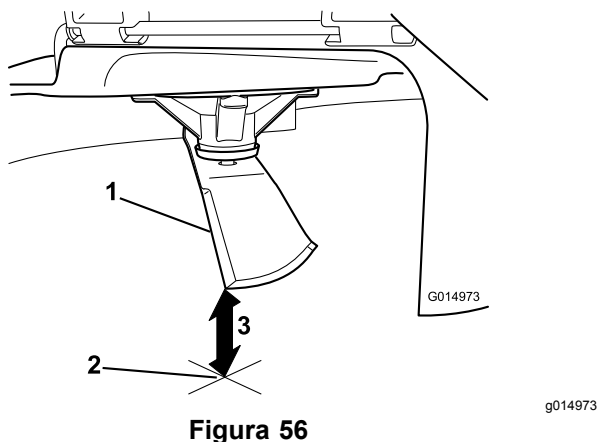

Figura 56
- Mida desde la punta de la cuchilla hasta la superficie plana (Figura 56).